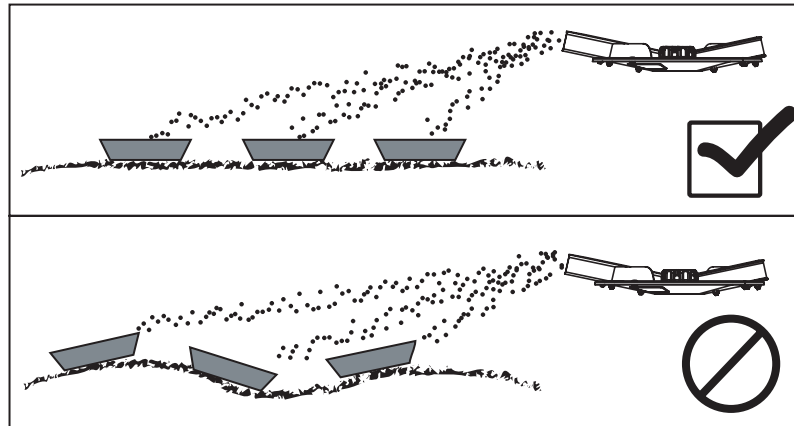

Bild 6.19: Uppställning av fångskålarna
- Ställ upp fångskålarna. Fångskålar som står snett kan leda till mätfel (bild 6.19).